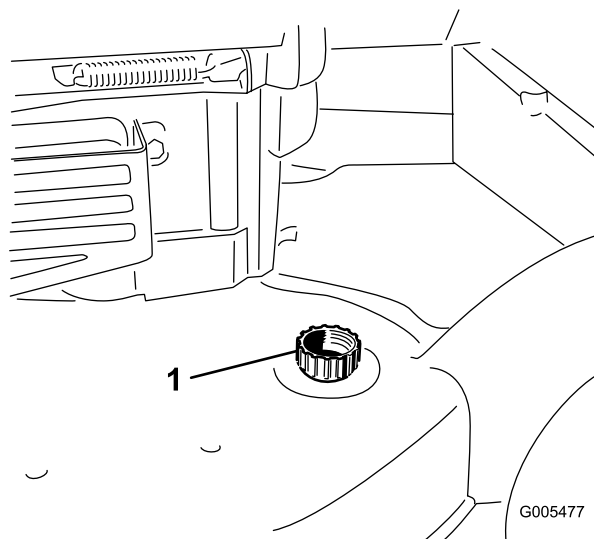

Figura 42
3. Introduzca una manguera de jardín conectada a un grifo en el orificio de lavado de la carcasa del cortacésped (Figura 42).